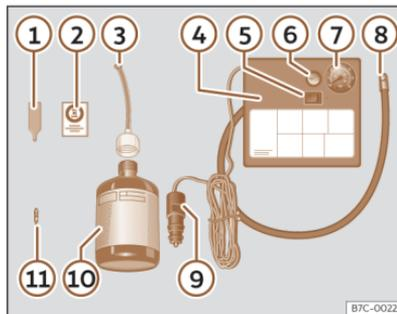

Fig. 213 Representación estándar: contenido del kit antipinchazos.
El kit antipinchazos se encuentra en el compartimento del maletero bajo el revestimiento del suelo. Incluye los siguientes componentes >>> **fig. 213:**
- Desenrosque la caperuza y el obús de la válvula del neumático. Utilice el aparato >>> **fig. 213** ① para extraer el obús. Colóquelo en una superficie limpia.
- Agite con fuerza la botella de sellante de neumáticos >>> **fig. 213** ⑩.
- Enrosque el tubo de inflado >>> **fig. 213** ③ en la botella de sellante. El precinto de la botella se romperá automáticamente.
- Retire el tapón del tubo de llenado >>> **fig. 213** ③ y enrosque el extremo abierto del tubo en la válvula del neumático.
- Vuelva a colocar el obús con el aparato >>> **fig. 213** ① en la válvula del neumático.
- Enrosque el tubo de inflado del neumático del compresor >>> **fig. 213** ⑧ en la válvula del neumático.
- Compruebe que el tornillo de evacuación de aire está cerrado >>> **fig. 213** ⑥.
- Acople el conector >>> **fig. 213** ⑨ a toma de corriente de 12 voltios del vehículo >>> **pág. 218.**
- Conecte el compresor de aire con conmutador ON/OFF >>> **fig. 213** ⑤.
- Pegue el adhesivo >>> **fig. 213** ② en el cuadro de instrumentos, dentro del campo visual del conductor.
>>> **fig. 213** (8) y compruebe la presión en el manómetro (7).